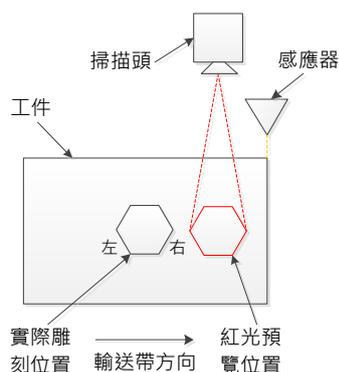
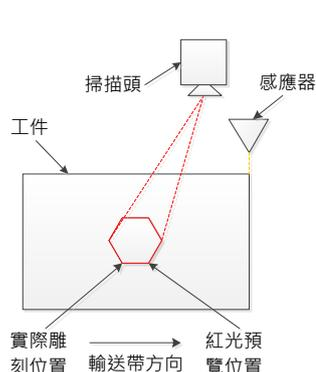

图 8.2.04 实际雕刻位置与预览位置不同
图 8.2.05 实际雕刻位置与预览位置相同
执行飞雕时，会发现预览的位置与实际雕刻的位置并不相符，如图 8.2.04。
此现象是由于工件触发传感器后到雷射真正开始打标会有一小段延迟时间。此延迟时间配合输送带速度，就会造成预览与实际位置的偏差。使用者可藉由调整此参数使预览与实际位置一致，如图 8.2.05。
3. 将飞雕装置、工件以及传感器位置摆置如图 8.2.04 或图 8.2.05。
以图 8.2.04 为例，假设使用者将此值设为 100，若预览结果在实际雕刻位置右边，可增加此数值进行调整。若在左边，则需减少此数值。